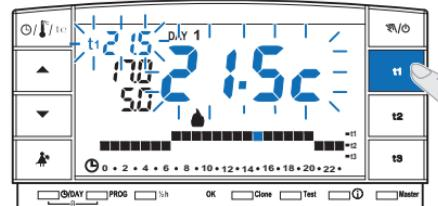

fig. 32
(i) Si l'on sélectionne une touche (t1 ou t2) correspondant à un set de température bloqué, le symbole (t1 ou t2), la valeur correspondant à côté et les digits au centre clignotent (exemple sur la fig. 32). Dans ce cas, il est impossible de dépasser la valeur de température maximale ou minimale au-delà de la limite de blocage configurée.
- Appuyer sur la touche du set de température que vous voulez débloquer (t1 ou t2) ; le symbole sélectionné (t1 ou t2) la valeur correspondant à côté et les digits au centre clignotent (exemple en fig. 32).